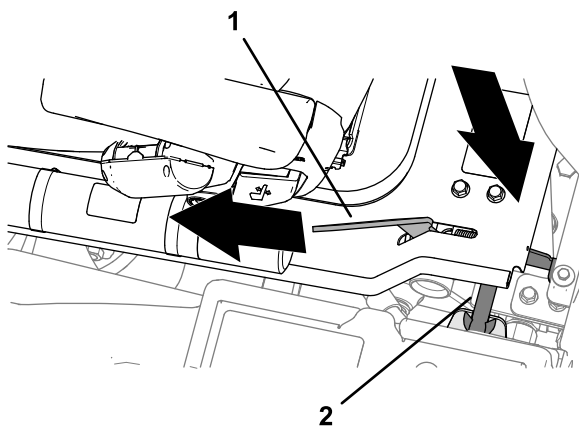

Figure 46
2. Lorsque la plate-forme approche de la position complètement baissée, déplacez la poignée de verrouillage (Figure 46) vers l'avant de la machine.